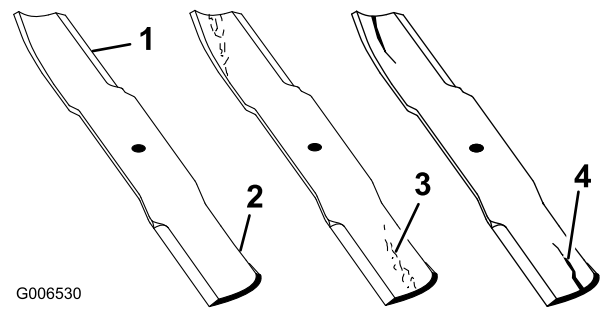

Figure 54
1. Examinez le tranchant des lames (Figure 54). Si les lames coupent mal ou présentent des indentations, déposez-les et aiguisiez-les (voir Aiguisage des lames).
2. Inspectez les lames, surtout la partie relevée (Figure 54). Remplacez immédiatement toute lame endommagée, usée ou qui présente une entaille (Figure 54).